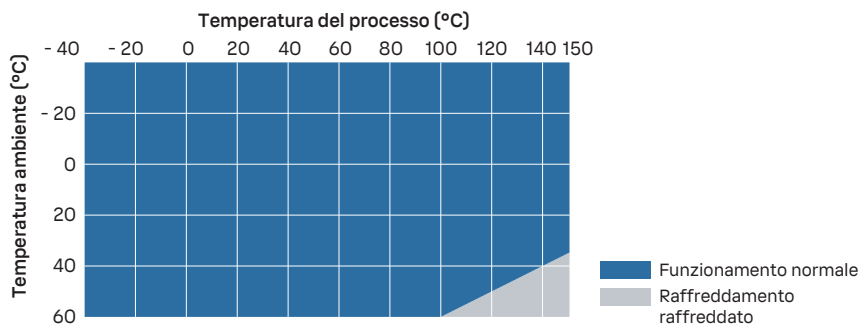

Figura 26 Temperatura di processo e raffreddamento consigliato
- Utilizzare un raffreddamento aggiuntivo in base a Figura 26 \(pagina 142\). Si noti che i valori in figura sono indicativi. Il raffreddamento richiesto dipende dal luogo di installazione e dall'ambiente.